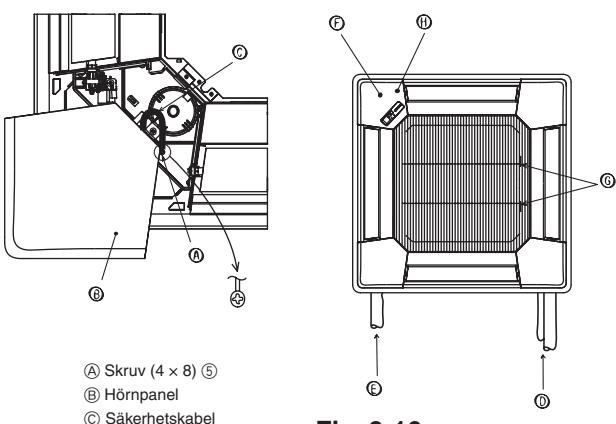

Fig. 9-10
9.7. Installation av insugsgrillen (Fig. 9-10)